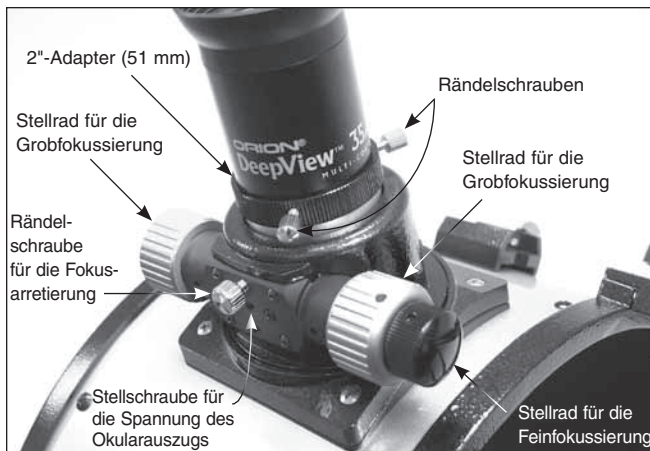

Abbildung 33. Das 2" (51 mm) Deepview Okular im 2"-Adapter des Fokussierers installiert.
3. Der letzte Schritt bei der Montage besteht darin, ein Okular in den Fokussierer des Teleskops einzusetzen. Nehmen Sie zunächst die Abdeckkappe vom Okularauszug des Fokussierers ab. Um das DeepView-Okular mit 2" (51 mm) zu verwenden, lösen Sie die beiden Rändelschrauben am 2"-Adapter (am Okularauszug des Fokussierers) und entfernen Sie den 1,25"-Adapter (32 mm). Setzen Sie dann das 2"-Okular (51 mm) direkt in den 2"-Adapter ein, und befestigen Sie es mit den beiden zuvor gelösten Rändelschrauben (**Abbildung 33**). Das andere Okular und der 1,25"-Adapter können bis zum nächsten Gebrauch im Okulargestell aufbewahrt werden.
Das XX14i ist standardmäßig mit einem 2"-Crayford-Fokussierer (51 mm) mit zwei wählbaren Geschwindigkeiten ausgestattet (**Abbildung 33**). Der große 2"-Fokussierer ermöglicht den Einsatz von 2"- und 1,25"-Okularen und das Crayford-Design verhindert Bildverschiebungen beim Fokussieren. Der Fokussierer verfügt über Stellräder zur Grobfokussierung sowie ein Stellrad für die Feinfokussierung (11:1). Dies ermöglicht höchste Präzision bei der Fokussierung.
Die Rändelschraube an der Unterseite des Okularauszugs (**Abbildung 33**) verriegelt den Okularauszug des Fokussierers, sobald das Teleskop richtig fokussiert ist. Vergessen Sie vor dem Fokussieren nicht, zuerst diese Rändelschraube zu lockern.
empfinden (d. h. Okularauszug bewegt sich unter dem Gewicht des Okulars von selbst), können Sie sie durch Anziehen oder Lockern der Stellschraube für die Spannung des Okularauszugs am Fokussierer einstellen. Diese befindet sich knapp unterhalb der Rändelschraube zur Arretierung des Fokus (**Abbildung 33**). Verstellen Sie diese Stellschraube mit dem mitgelieferten 2,5-mm-Inbusschlüssel. Lockern Sie die Stellschraube nicht zu sehr, da eine gewisse Spannung erforderlich ist, damit der Okularauszug sicher im Fokussierer bleibt. Die andere Stellschraube unterhalb der Stellschraube für die Spannung des Okularauszugs hat keinen Einfluss auf die Spannung des Okularauszugs und darf nicht verstellt werden.